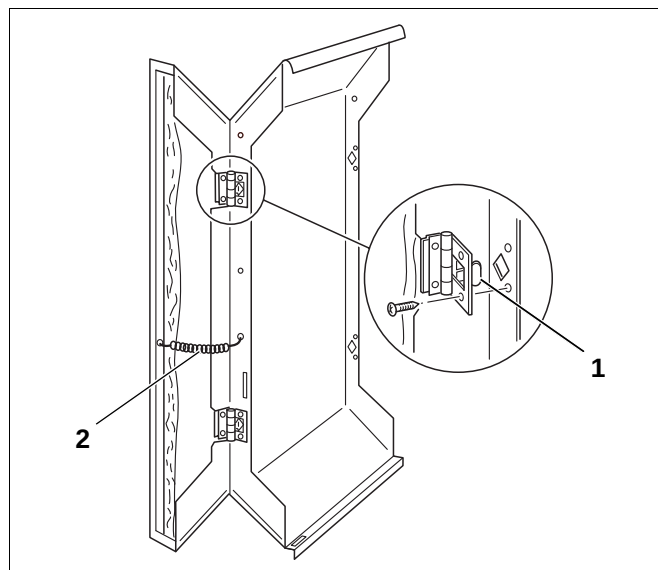

Fig. 48 Montasje – sideveggklaffer
- Heng hakene til hengslene (fig. 48, **pos. 1**) på sideveggklaffen inn i utstansingen til den fremre sideveggen og sikre dem ved hjelp av metallskruer.
- Heng trekkfjæren (fig. 48, **pos. 2**) på sideveggen og sideveggklaffen.